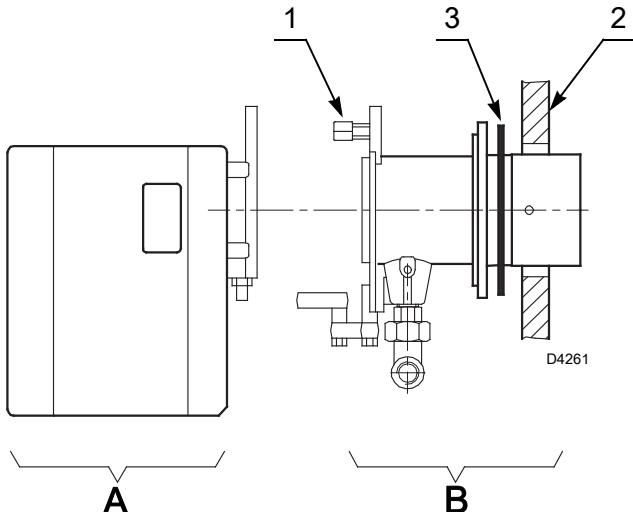

图 12
- 移开螺母1)及A)部分(图 12 页 16)后，将燃烧头组件与燃烧器分离。
- 在B)部分(图 12 页 16)安装上绝热垫3)后与锅炉挡板2)紧固连接。